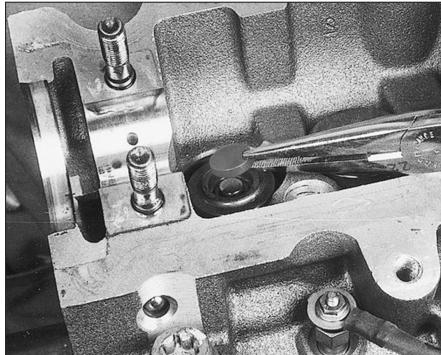

FIG. 13
- Monter la pastille de réglage choisie sur l'extrémité de la tige de soupape (Fig.13) (si la pastille est chanfreiné, orienter le chanfrein vers le poussoir).